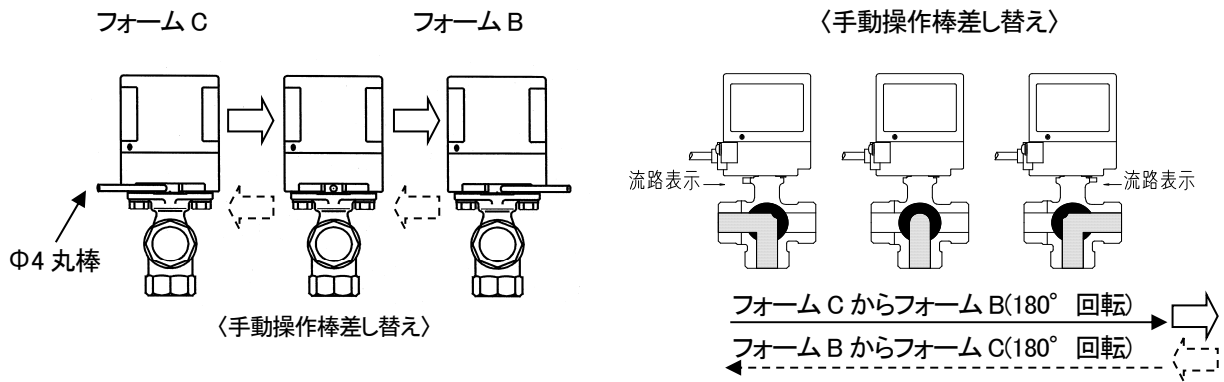

図 33
- ① 手動操作は直径 4mm、長さ 15cm 程度の丸棒をご使用ください。なお、丸棒は当社にて別途販売しておりますのでお問い合わせください。
- ② 縦三方ボールバルブのフォーム C からフォーム B への手動操作は 180° 回転となります。このため、まずアクチュエータ下部の手動操作用穴に丸棒を差込み、約 20 秒程度の時間をかけゆっくりと 90° 回します。次に手動操作用穴を差し替えて、更に 90° 同一方向に回転します。
- ③ これで図 33 のとおりフォーム C からフォーム B にポートが移動し、流路表示位置も移動します。